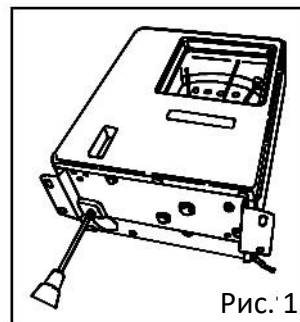

Рис. 1
1. Присоедините крепеж к регистратору температуры с помощью двух винтов (Рис. 1).
1. Открутите четыре винта (показаны стрелками) на передней панели (Рис. 1). Затем снимите крышку с места для установки регистратора температуры, открутив четыре винта.